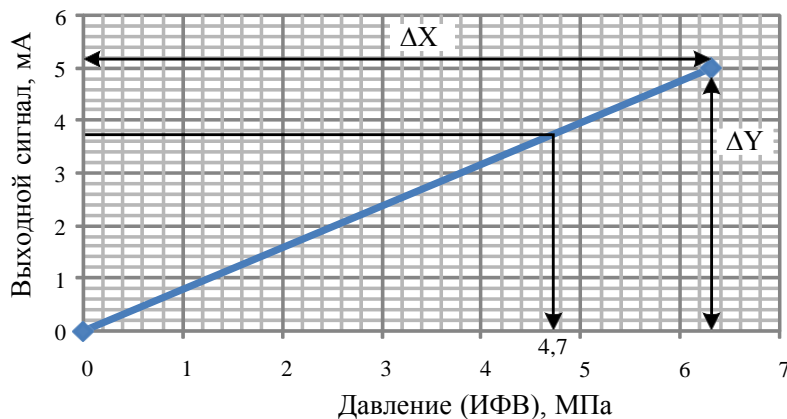

Рис. 1. Градуировочная характеристика датчика
Решение. Построим линейную градуировочную (статическую) характеристику преобразователя давления по двум точкам. Первая точка характеристики: при давлении 0 МПа – выходной сигнал манометра 0 мА; вторая точка характеристики: при давлении 6,3 МПа – выходной сигнал манометра 5 мА, рис. 1.
По формуле (5) и рис. 1 определим уравнение характеристики датчика: $Y(X) = 0 + 0,79X$. Подставим известное значение выходного сигнала $Y = 3,72$ мА в полученное уравнение и определим X :
Значение ИФВ можно определить менее точно по графику градуировочной характеристики датчика, см. рис. 1.